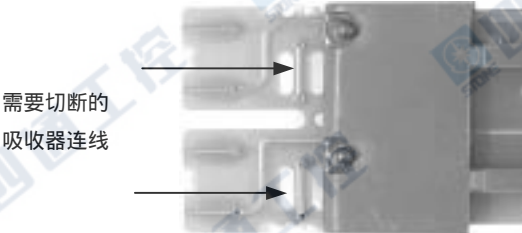

图 1-9: 双继电器模块吸收器的断开
- 3. 用小刀将吸收器连线割断。图 1-9 显示出双继电器模块的吸收器连线。